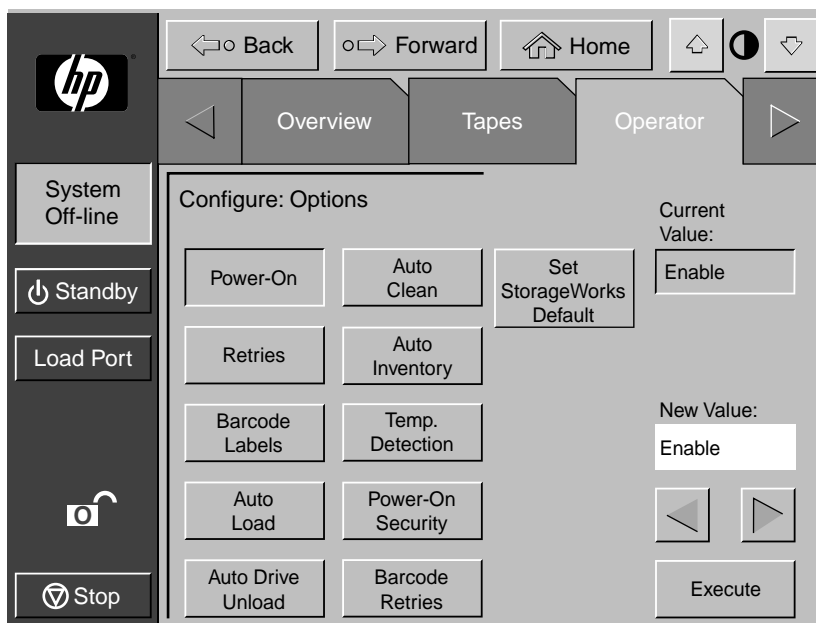

図4-5: [Configure: Options]画面
1. [Operator]画面で、[**Configure Options**]ボタンを押します。コントロール パネルに[Configure: Options]画面が表示されます ( 図4-5を参照 )。